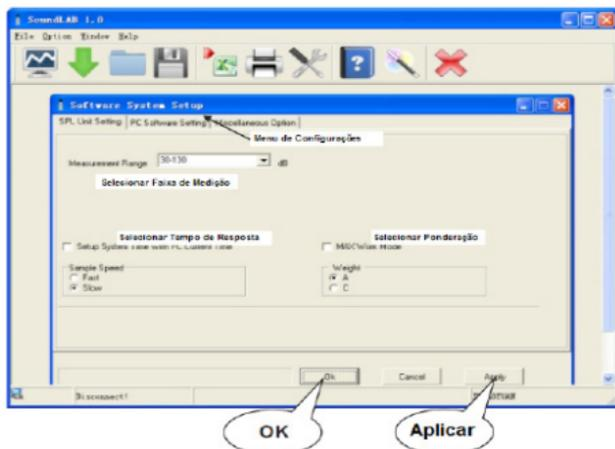

Figura 31
2. Depois de clicar a janela a seguir aparecerá (Figura 31).